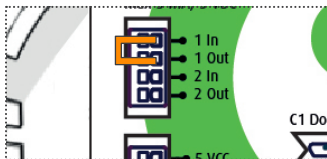

Bild 2: Bewegungsmeldung-Funktion
- Falls die Bewegungsmeldung-Funktion aktiviert werden soll, überbrücken Sie die Eingangs-Pin (1 In, 1 Out) mittels eines kleinen Drahtes (Bild 2).